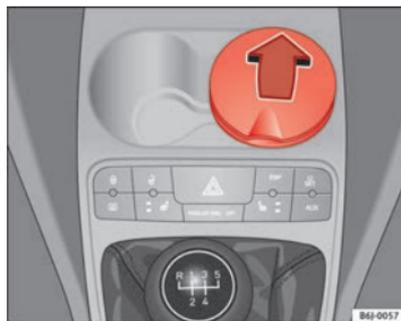

Fig. 85 Cendrier avant
- Pour ouvrir le cendrier, levez le cache → fig. 85.